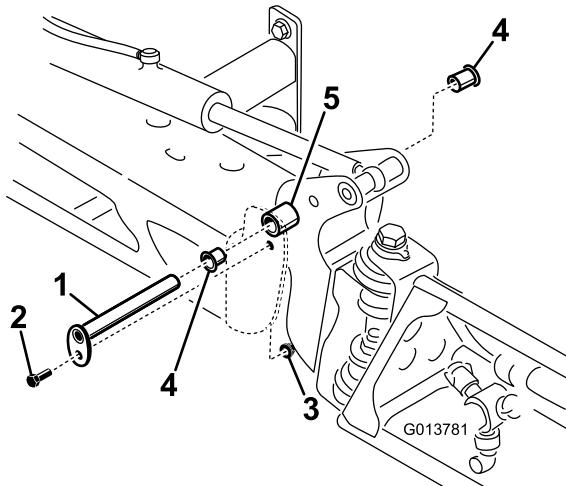

Figure 98
3. Lorsque le poids de la rampe est supporté, retirez le boulon et l'écrou de fixation de l'axe de pivot à l'ensemble rampe (Figure 98).
4. Retirez l'axe de pivot (Figure 98).
6. Déposez et examinez les bagues en nylon à l'avant et à l'arrière du support de pivot (Figure 98).
8. Montez l'ensemble rampe et support de pivot dans le bâti central en alignant les ouvertures (Figure 98).